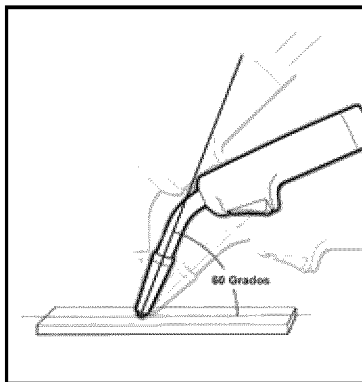

Fig. 10a
- El ángulo A (Fig. 10a) se forma con el soplete ubicado de tal manera que la punta de contacto y la boquilla están directamente encima del elemento a soldar. En la mayoría de los casos, el ángulo óptimo se genera cuando la punta de contacto y la boquilla están a 60 grados del elemento a soldar. Bajar la parte posterior del asa del soplete reduce el ángulo de la punta de contacto y la boquilla en relación con el elemento a soldar, y reduce la penetración. Subir la parte posterior del asa del soplete aumenta el ángulo de la punta de contacto y la boquilla en relación con el elemento a soldar, y aumenta la penetración.